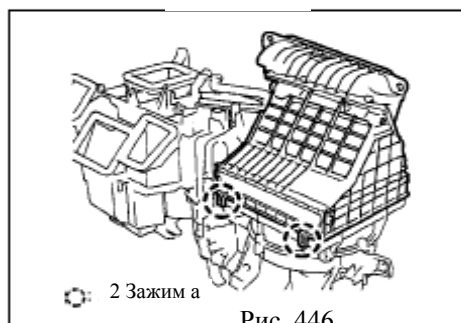

Рис. 446
- (1) Снимите два зажима, снимите кожух подачи воздуха (рис. 446)